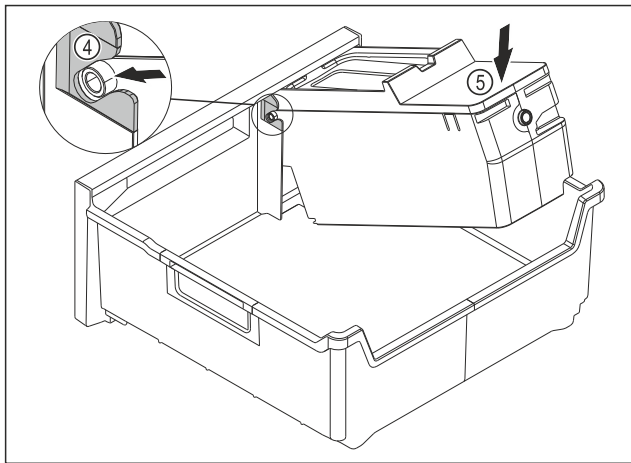

Fig. 115
- Montar el cuerpo del EasyTwist-Ice: Introducir los ejes del cuerpo del EasyTwist-Ice en las guías Fig. 115 (4).
- Presionar el cuerpo del EasyTwist-Ice Fig. 115 (5) hacia abajo por detrás.